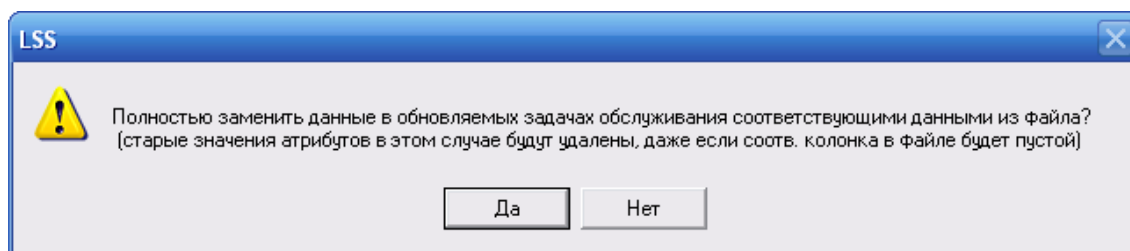

Рис. 2-72
4. В появившемся окне, представленном на рис. 2-72, нажмите на кнопку **Да** для полной замены данных (зон проведения работ, мест доступа, уровня ТОиР и прогнозируемой трудоемкости) в задачах обслуживания данными из обменного файла. Замена данных выполняется, если в обменном файле соответствующая колонка заполнена (не пустая) и содержит не нулевое значение.
7. Если коды зон обслуживания, приведенные для задач обслуживания в обменном файле, отсутствуют в справочнике «Зоны и места доступа», появится информационное сообщение об этом. При этом если в окне сообщения, представленном на рис. 2-72, была нажата кнопка «Да», все данные о зонах и местах доступа для таких задач будут удалены, если была нажата кнопка «Нет», не будут обновлены данные о зонах и местах доступа для этих задач.